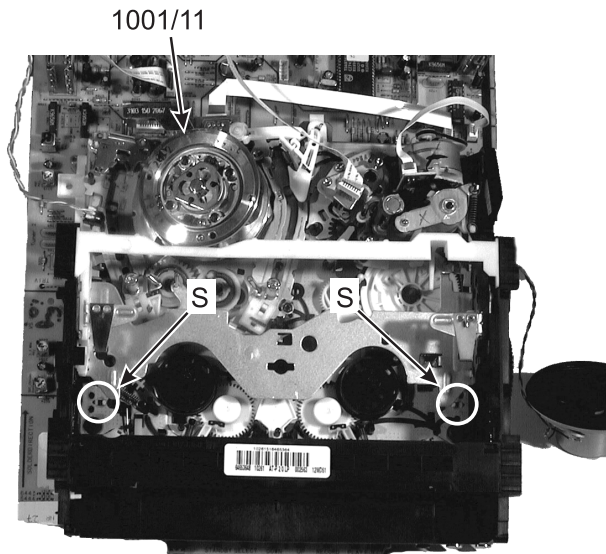

Figure 4-9
1. Ôtez la vis de mise à la terre 1001/11 (voir figure 4-9).
3. Soulevez légèrement la platine à l'arrière et retirez le connecteur pour le moteur de cabestan. Ouvrez les 2 crochets à déclic (S) à l'aide d'une pince pointue et soulevez la mécanique (voir figure 4-9). La mécanique peut maintenant être séparée de la platine principale.